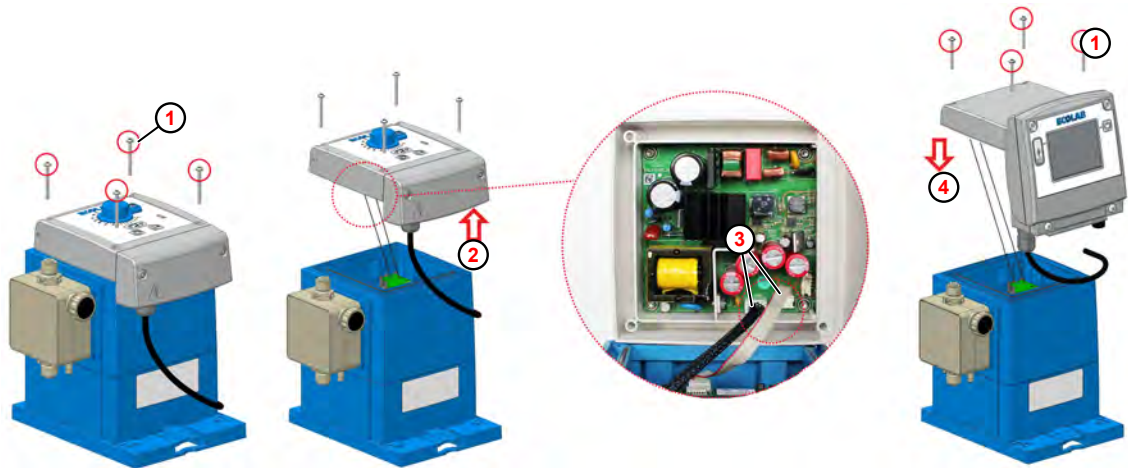

Fig. 33 : Mise à niveau vers EcoAdd
**1.** Desserrer les vis de fixation ( Fig. 33 , ① ) de l'unité de commande **EcoUp** à l'aide d'une clé Torx (TX25).